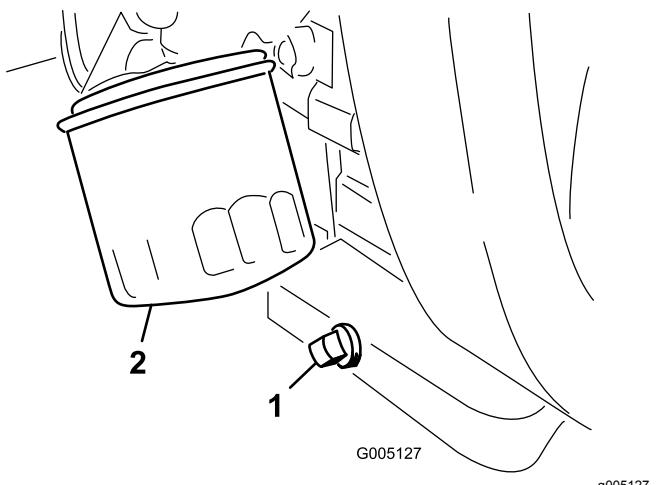

Figura 28
2. Retire o filtro do óleo (Figura 28).
1. Retire o tampão de escoamento (Figura 28) e deixe o óleo escorrer para um recipiente adequado. Quando o óleo parar, volte a montar o tampão de escoamento.